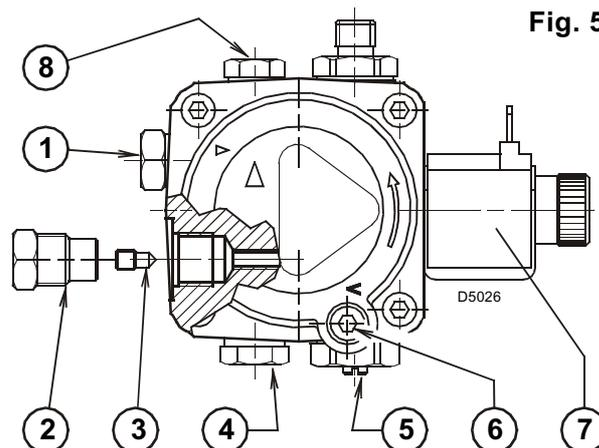
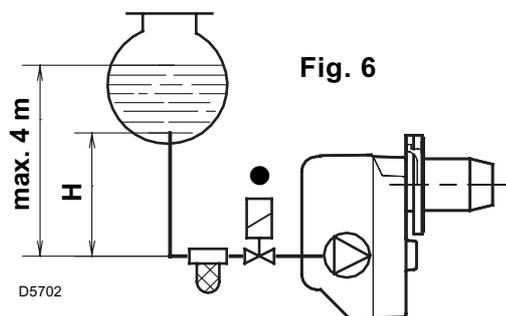

Fig. 5
Fig. 6
- La pompa è predisposta per funzionamento bitubo. Per il funzionamento monotubo è necessario svitare il tappo di ritorno (2), togliere la vite di by-pass (3) e quindi riavvitare il tappo (2), (vedi fig. 5).
Nell'impianto di fig. 6 è sufficiente allentare l'attacco del vacuometro (5, fig. 5) ed attendere la fuoriuscita del combustibile.